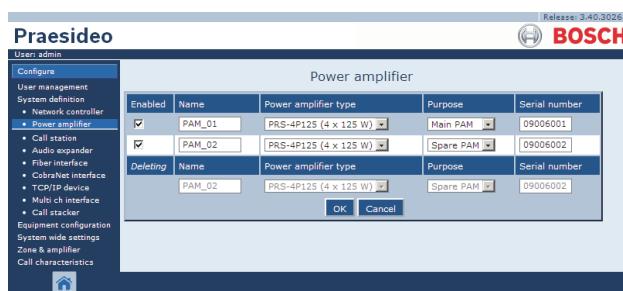

figura 43.10: Eliminar um amplificador de potência, passo 3
- 3 Clique no botão *Delete*. Aparece um ecrã semelhante ao da figura 43.10 na moldura principal da interface da Web.